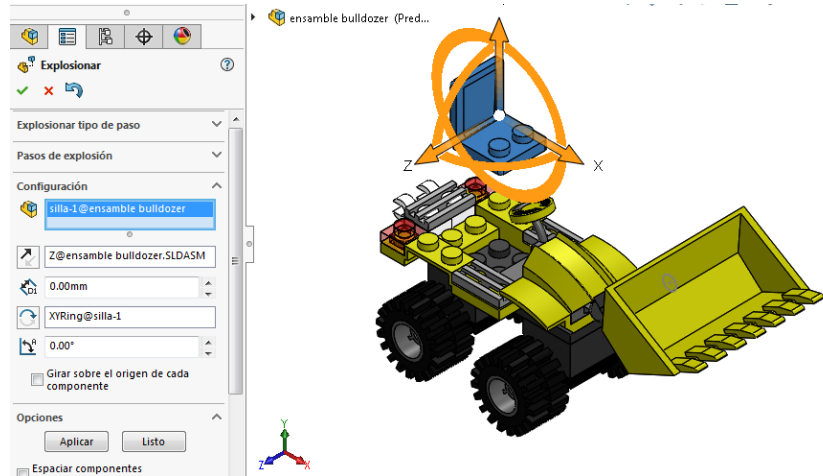
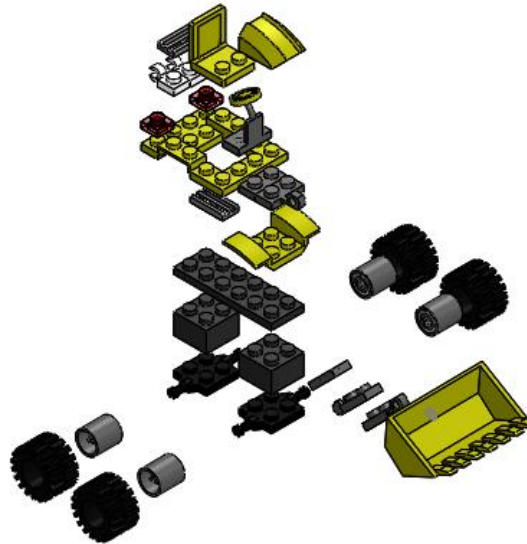

Ilustración 180
Ilustración 181
Paso 2: A continuación aparece una ventana en donde se procede a seleccionar cada pieza y moverla a una localización donde pueda ser apreciada individualmente (ver ilustración 180), al finalizar este proceso se obtiene el explotonado del ensamblaje (ver ilustración 181).